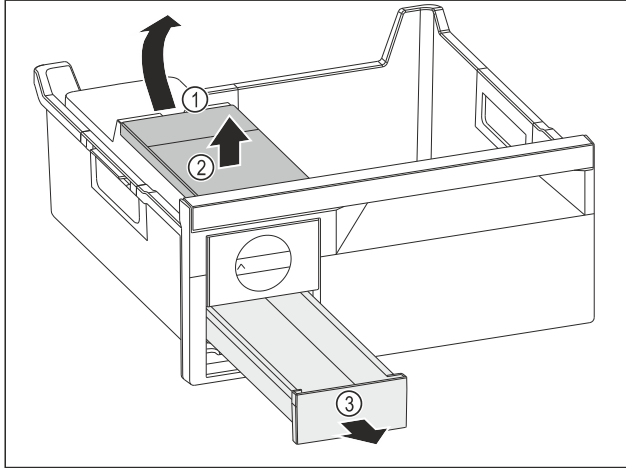

Fig. 129
- ▶ Retirer le réservoir d'eau : Soulever le réservoir d'eau hors de l'évidement Fig. 129 (1).
- ▶ Retirer le réservoir d'eau Fig. 129 (2) vers le haut.
- ▶ Retirer le compartiment à glaçons Fig. 129 (3) vers l'avant.